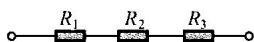

图 1-3 串联电路
(11) 串联电路——电路中几个电阻首尾依次连接，流过同一电流，这种连接电路叫做串联电路。在串联电路（如图 1-3 所示）中